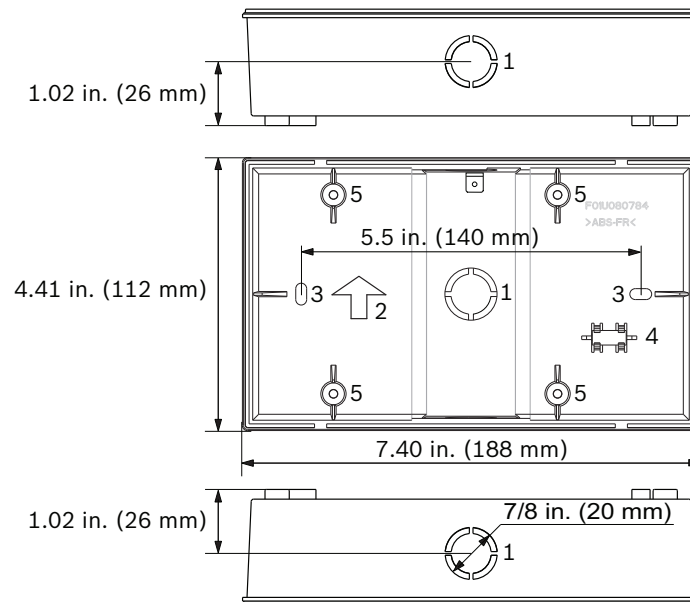

Figura 4.2 Caja Posterior del Centro de Comando Remoto FMR-1000-RCMD
1. La caja posterior cuenta con tres salidas para conexiones de ducto de 1,27 cm (1/2 pulg.) en la parte posterior, inferior y superior (consulte la Figura 4.2, elemento 1). Para abrir la conexión de ducto en forma sencilla, reitre la tapa de salida desde el interior de la caja.
2. Instale la caja posterior de modo que la flecha apunte hacia arriba (consulte la Figura 4.2, elemento 2).
3. Utilice la caja posterior como plantilla para marcar la ubicación de los orificios de montaje (consulte la *Figura 4.2*, elemento 3). Cree una apertura en la superficie de montaje para los cables. Coloque los tornillos. De momento no ajuste los tornillos.
4. El nivel de burbuja integrado permite nivelar horizontalmente y fijar la base sin necesidad de utilizar otras herramientas (consulte la *Figura 4.2*, elemento 4).
3. Haga pasar los cables a través de una de las salidas de la base del anunciador (montaje en superficie) o de la caja eléctrica de 3 acometidas (montaje empotrado). Consulte la *Figura 4.2* en la *Página 20* para ver dónde se encuentra la entrada de los cables en la caja posterior.
5. Para un montaje en superficie con la caja posterior: fije la base. Utilice el nivel de burbuja para asegurarse de que la caja posterior quede perfectamente horizontal. Consulte la *Figura 4.2* en la *Página 20*.